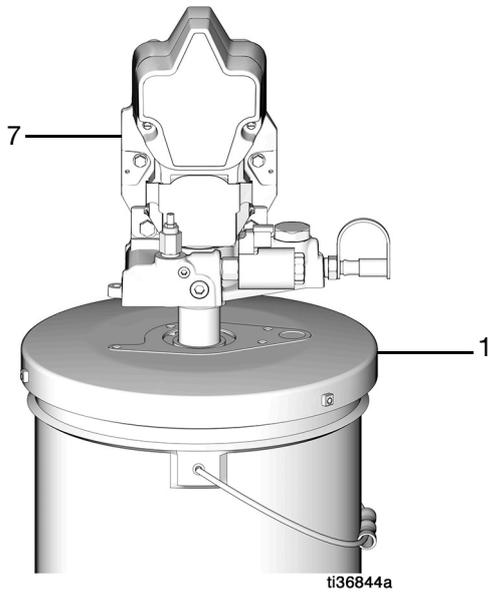

FIG. 8
8. Installez la pompe (7) sur le dessus du couvercle en la plaçant à travers le joint d'étanchéité et le couvercle de fût (1) (FIG. 8).